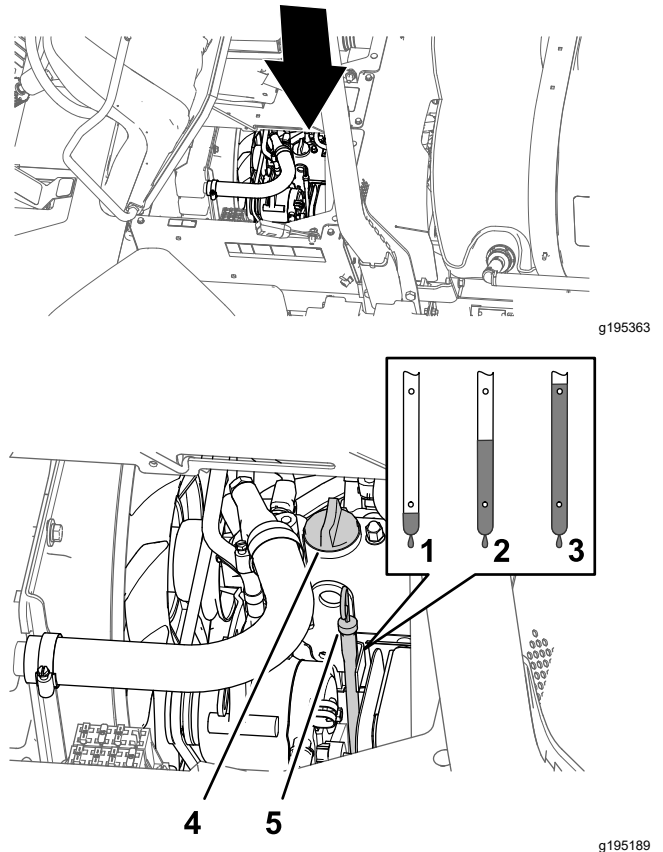

Figure 75
2. Retirez la jauge, située sous le siège du passager, et essuyez-la sur un chiffon propre (Figure 75).
3. Si le niveau est trop bas, enlevez le bouchon de remplissage du couvre-culasse (Figure 75) et versez la quantité d'huile nécessaire dans le goulot de remplissage pour faire monter le niveau jusqu'au repère maximum sur la jauge.
4. Remettez le bouchon de remplissage d'huile en place (Figure 75).
5. Revissez la jauge solidement en place (Figure 75).